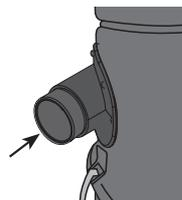

Figure 22
2. Pousser l'adaptateur qui dépasse de l'entrée d'air vers l'intérieur (**figure 22**).
Push the adapter that comes out of the intake back into the intake (**figure 22**).